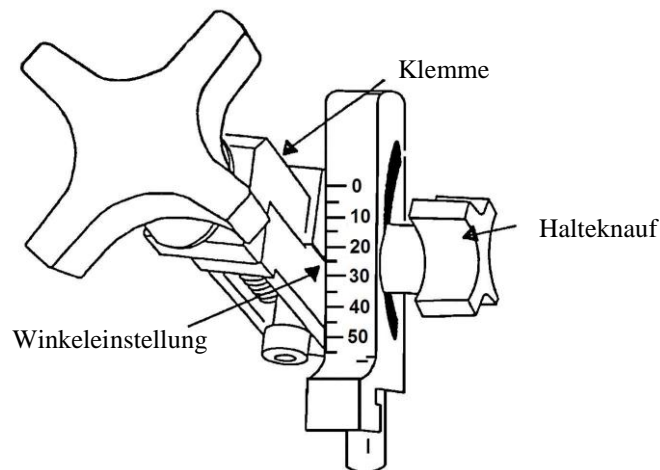

Abb. 4
8.3 Vorbereitung des EdgeKing® für das Schärfen (Siehe Abb. 4)
Der Winkel der Klemme bestimmt den Winkel bei dem die Scherenklinge geschärft wird. Die mit dem EdgeKing® gelieferte Klemme hat einen festen (nicht einstellbaren) Schärfwinkel von 25 Grad. Eine einstellbare Stütze, wie die in Abb. 4 gezeigte, ist bei Bettcher Industries erhältlich.